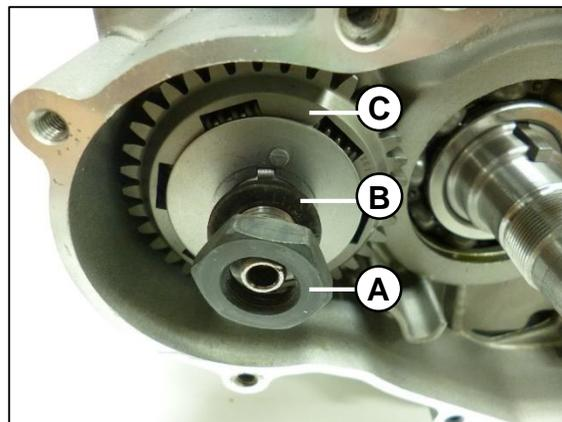

Fig. 32
Remueva la tuerca hexagonal 27 mm (A), la arandela de presión (B), tener en cuenta su correcta posición (OUT SIDE) va hacia la tuerca, remueva el piñón de contrabalanceo (C). Fig. 32